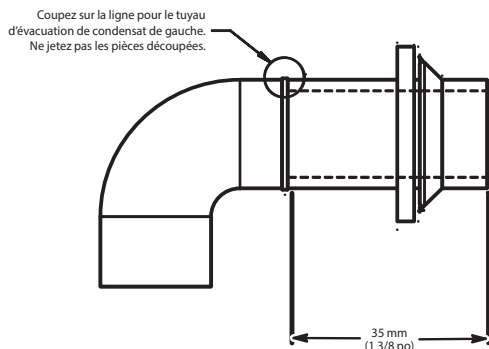

Fig. 16 – Modification du coude d'évacuation en caoutchouc
3. Le tuyau en Z est raccordé au siphon de condensat et à l'extérieur de la chaudière en modifiant le coude d'évacuation préformé en caoutchouc, comme illustré à la Fig. 16.
4. Retirez l'œillet formé du coude d'évacuation en caoutchouc en coupant le coude le long de la ligne verticale qui se trouve à environ 35 mm (1 3/8 po) de l'œillet formé (consultez la Fig. 16). **NE JETEZ PAS L'ŒILLET FORMÉ NI LE COUDE EN CAOUTCHOUC.** Ces deux pièces seront utilisées ultérieurement.
le coupez PAS de la manière indiquée à la Fig. 16) pour raccorder le siphon à la conduite d'évacuation. Vous empêcherez ainsi que les secousses et les chocs de la conduite d'évacuation n'endommagent le siphon de la chaudière. Évitez tout mauvais alignement du tuyau d'évacuation, car cela pourrait causer des déformations au coude.